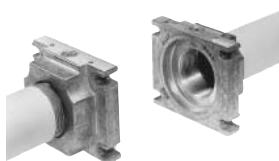

Fig. 6
3. Extraer el GasMultiBloc entre las bridas roscadas (Fig. 6).